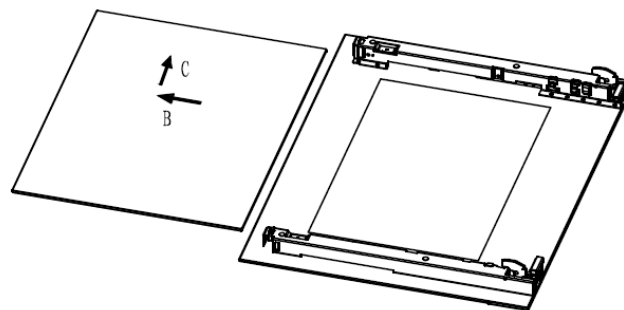

Fig.4
4. Выньте среднее стекло. (рис.4)